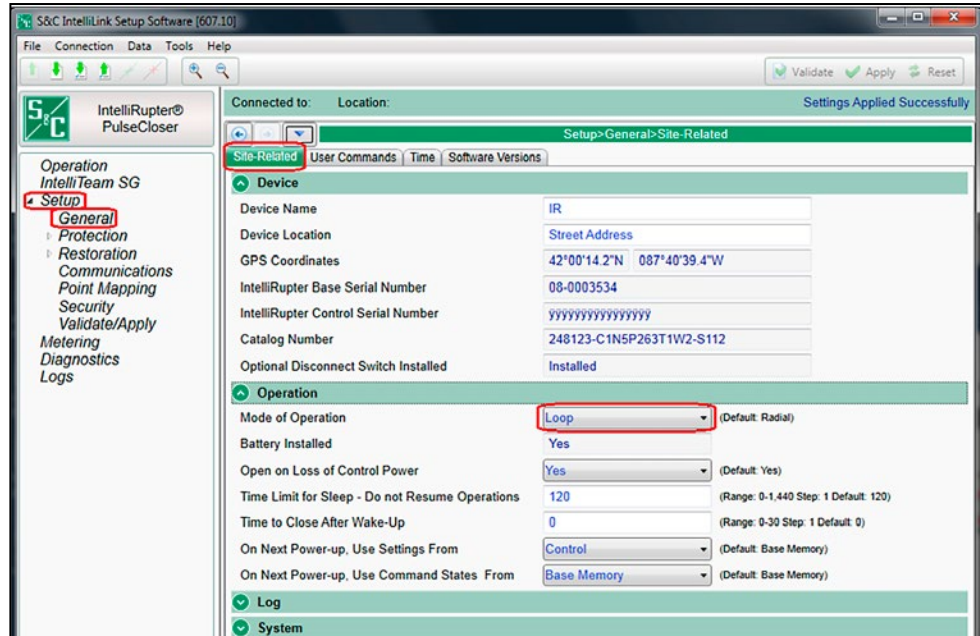

Figura 74. La pantalla *Setup>General>Site Related (Configuración>General>Relacionado con el Sitio)*.
**PASO 3.** En la pantalla *Setup>General>Site Related (Configuración>General>Relacionado con el Sitio)*, configure el punto de ajuste **Mode of Operation (Modo de Operación)** al modo **Loop (Anillo)**. Ver Figura 74. Esto pone la información del modo **Loop Restoration (Restablecimiento del Anillo)** en la pantalla *Operation (Operación)*. Ver Figura 75.